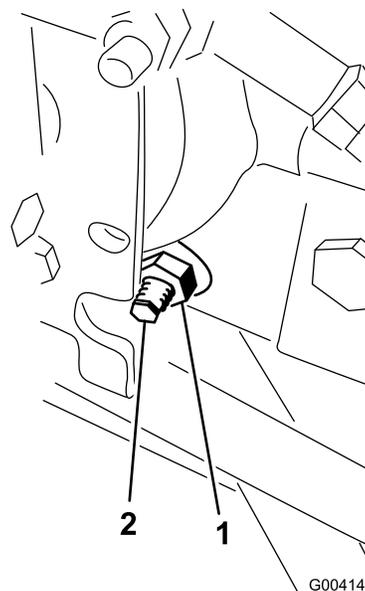

図 59
3. ハイドロスタットの右側にあるトラクション調整カムのロックナットをゆるめる 図 59。